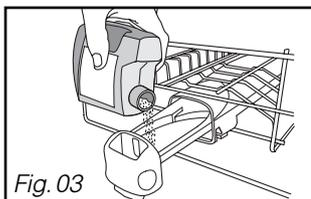

Fig. 03
• Os detergentes em pó ou em líquido na gaveta do distribuidor (Fig 03)